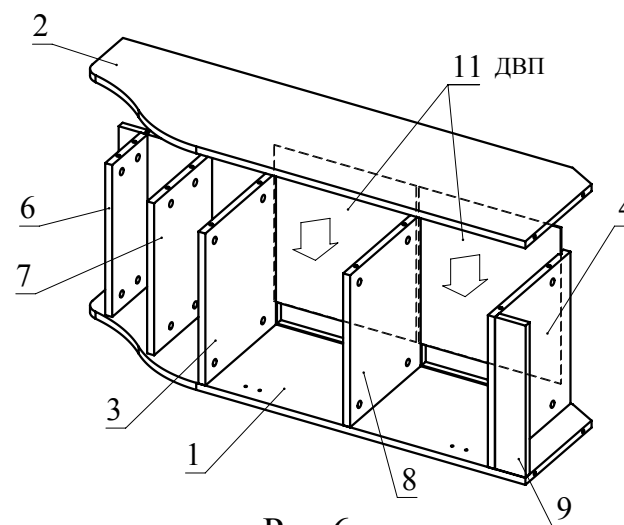

Рис.6
6. Вставьте детали 11 из ДВП в пазы деталей 1, 4, 8. Установите деталь 2 на детали 6, 7, 3, 8, 9 и затяните головки минификсов (Рис. 6).